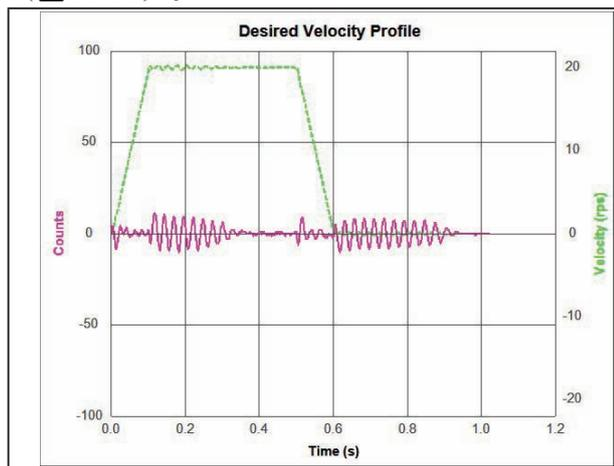

图11-14 阻尼增益(KV)= 10000
逐渐增大阻尼增益 (KV), 匀速运动过程及运动停止时速度误差及位置误差都将减小, 并趋于零 (图11-14)。